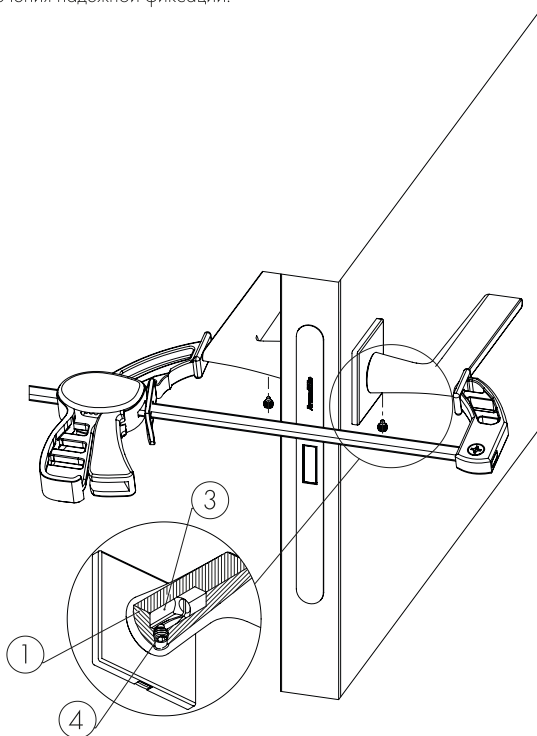

рис. 11
10. Зафиксировать ручку на квадрате при помощи винта ④ (рис. 11). Винт должен быть вкручен в центр прорези квадрата ③ для обеспечения надёжной фиксации.